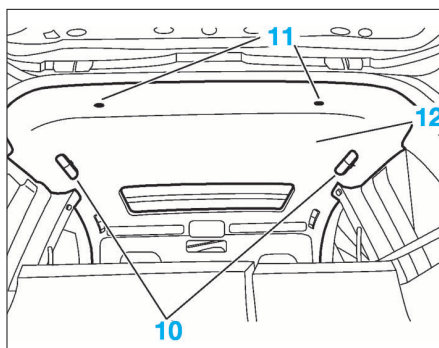

FIG. 65
- Déposer (Fig.65) :
- les 2 poignées de maintien (10)
- les 2 fixations (11)